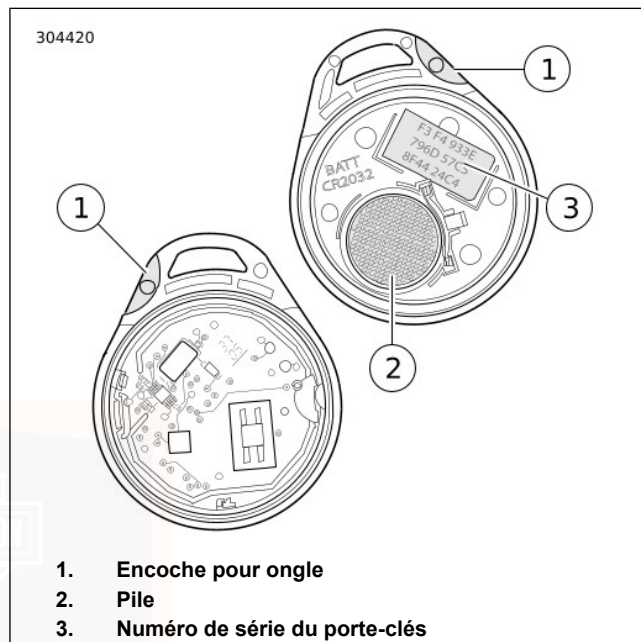

Figure 41. Pile du porte-clés à mains libres
1. Voir Figure 41. Tourner lentement une lame mince dans l'encoche pour ongle (1) sur le côté du porte-clés pour séparer les deux moitiés.
2. Retirer la pile (2) et la jeter.